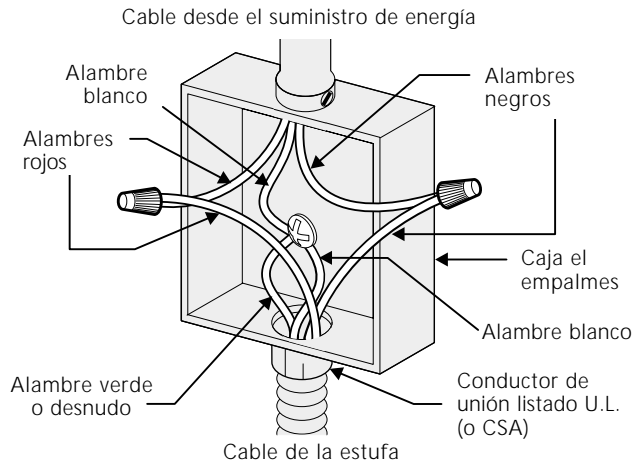

Figura 2 – PUESTA A TIERRA NEUTRAL
1. Donde los códigos locales permitan la conexión del conductor de gabinete-puesta a tierra con el alambre neutro (blanco) de la caja de empalmes (vea figura 2)